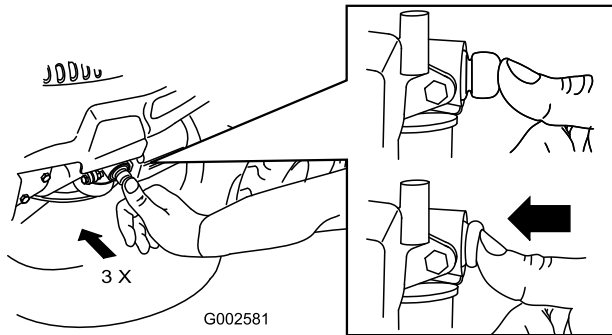

Figure 13
1. Apriete el cebador 3 veces con el dedo pulgar, presionando con fuerza, y manteniendo la presión durante un segundo antes de soltarlo (Figure 13).